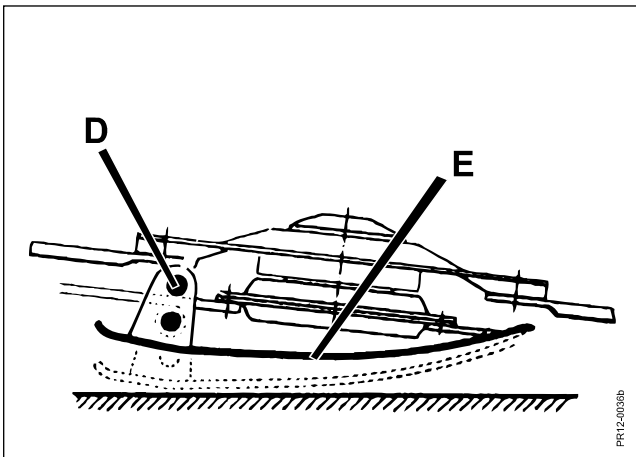

Fig. 3-9
- Fig. 3-9** Die Stoppelhöhe wird in 2 Stufen mit dem Zapfen **D** an der Gleitkufe **E** in der rechten und linken Seite grob eingestellt (das niedrigste Loch gibt eine niedrige Stoppel). Eine Feineinstellung kann gemacht werden, indem der Oberlenker verlängert oder gekürzt wird. Wenn man eine extra hohe Stoppel möchte, z. B. beim Striegeln von Brachäckern, so können extra hohe Gleitkufen angebaut werden, die als Zubehör gekauft werden können. Siehe Ersatzteilkatalog.